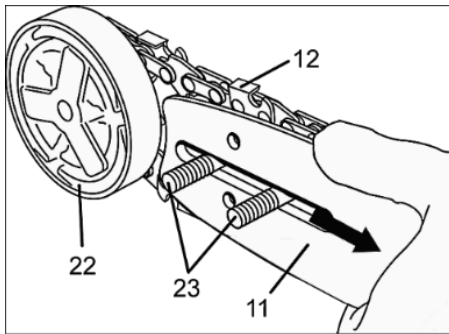

Рисунок 3
- Встановіть напрямну шину (11, рисунок 3) на напрямні гвинти (23) під кришкою зчеплення, якомога ближче до ведучої зірочки, яка розташована під диском зчеплення (22).
- Одягніть ланцюг на ведучу зірочку та вставте хвостовики ланок ланцюга (12, рисунок 3) в паз верхньої частини напрямної шини, переконавшись, що різальні краї ланок дивляться вперед.
- Потягніть напрямну шину вперед, натягнувши таким чином ланцюг (дивіться рисунок 3).